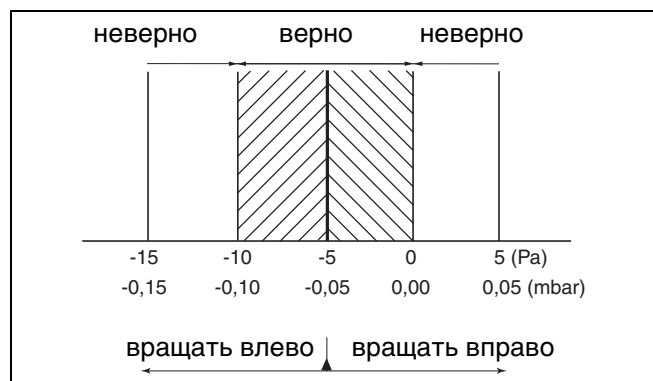

Рис. 82 Разница газ/воздух при низкой нагрузке
- Снять показание разницы давления в сервисном режиме. Разница давления ( $p_{\text{газ}} - p_{\text{воздух}}$ ) должна составлять  $-5 \text{ Па}$  ( $\pm 5 \text{ Па}$ ) (индикация на измерительном приборе:  $-10$  до  $0 \text{ Па}$ ) (рис. 82).